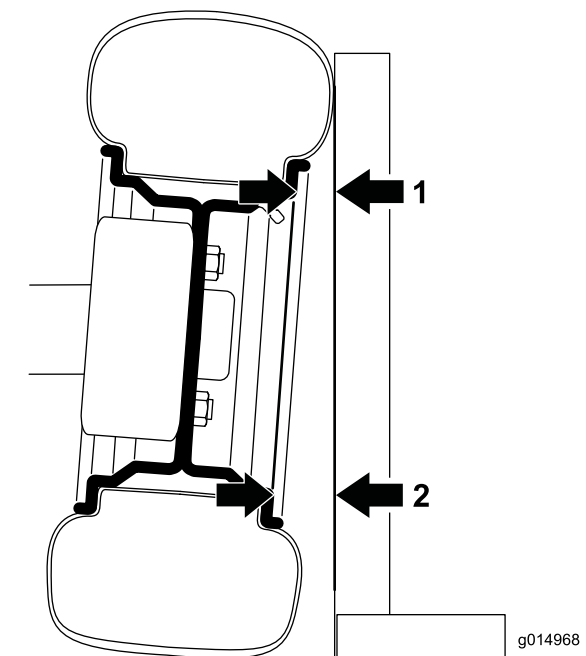

Figura 31
1. Para verificar a inclinação, coloque um quadrado de 90 graus no chão com a parte vertical a tocar na face do pneu (Figura 31).
2. Meça a partir da mesma parte do anel na parte superior e inferior do pneu ao quadrado (Figura 31). A distância da medida da parte inferior deve ser 2,3 mm maior que a medida superior. Complete a medição em ambos os pneus frontais antes de ajustar.